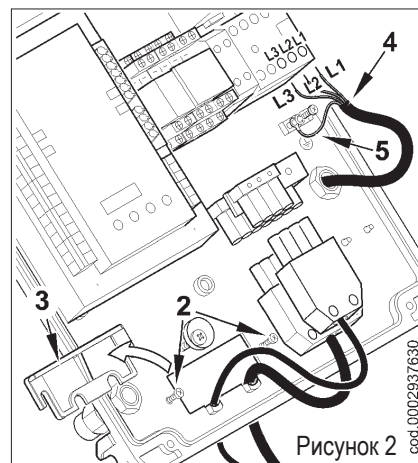

Рисунок 2
- Ослабьте винты (2). После того, как вы сняли кабельный зажим (3), пропустите через отверстие 7- и 4- штырьковый разъёмы (см. рис. 2). Подсоедините токоподводящие провода (4) к дистанционному выключателю, закрепите заземляющий провод (5) и затяните соответствующий кабельный зажим.